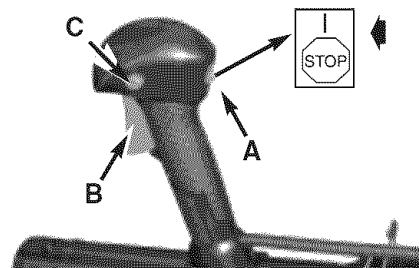

Fig. 11
3. La cerradura fija de la válvula de admisión (C) : al tener el disparador (B) en abre lejos la posición, la prensa abajo y la cerradura de válvula de admisión de asidero (C). Libere válvula de admisión el disparador (B), entonces libera válvula de admisión la cerradura (C). Estrangule el disparador (B) ahora se quedará en el abre lejos la posición. Cerciórese interruptor de encendido está en el EN (I) la posición. (Fig. 11)